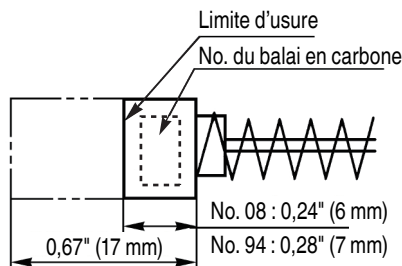

Fig. 17
4. Contrôle des balais en carbone (Fig. 17)
Utiliser le balai en carbone metabo HPT No. 08 et No. 94 indiqué sur la Fig. 17.